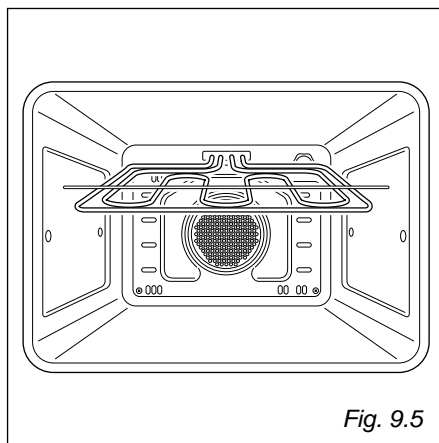

Fig. 9.5
La résistance du grill est articulée sur la paroi postérieure interne du four et elle s'abaisse pour permettre le nettoyage de la voûte du four (fig. 9.5).
- La voûte du four est accessible pour le nettoyage, en enlevant les chariots coulissants (après avoir abaissé la résistance du gril - fig. 9.5).